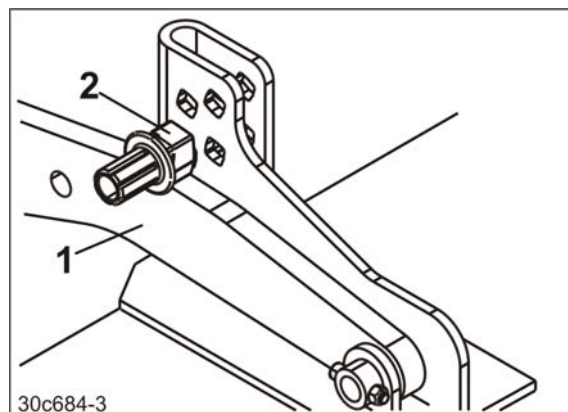
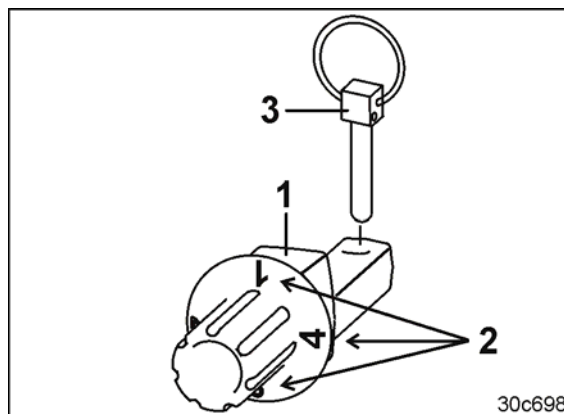

Fig. 113
Fig. 115
1. Maskinen må kun løftes så meget med traktorhydraulikken til dybdereguleringsbolten (Fig. 113/2) er fri for bæreamen (Fig. 113/1).
- o jo større det tal (Fig. 115 /2) er, der findes på bæreamen (Fig. 113/1).